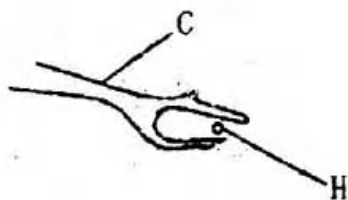

图 23
- ②作上述调整后,必须检查钩线叉在左端(图23)时,机针“H”的针尖应在钩线叉“C”叉口的中间或机针稍低于中间位置通过。如有相撞,必须作相应调整,达到左右兼顾。
(3) 钩线叉的前后位置